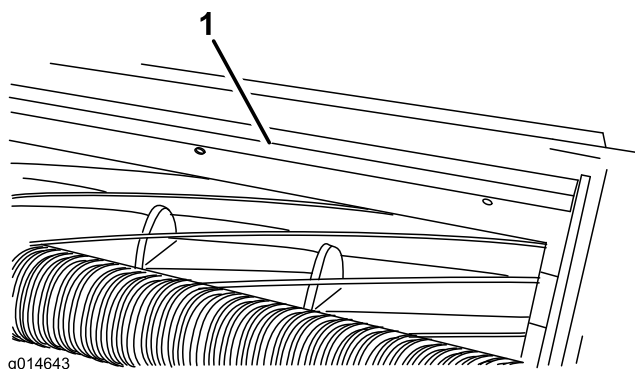

図 17
1. バー（図 17）をカッティングユニットに固定しているネジをゆるめる。